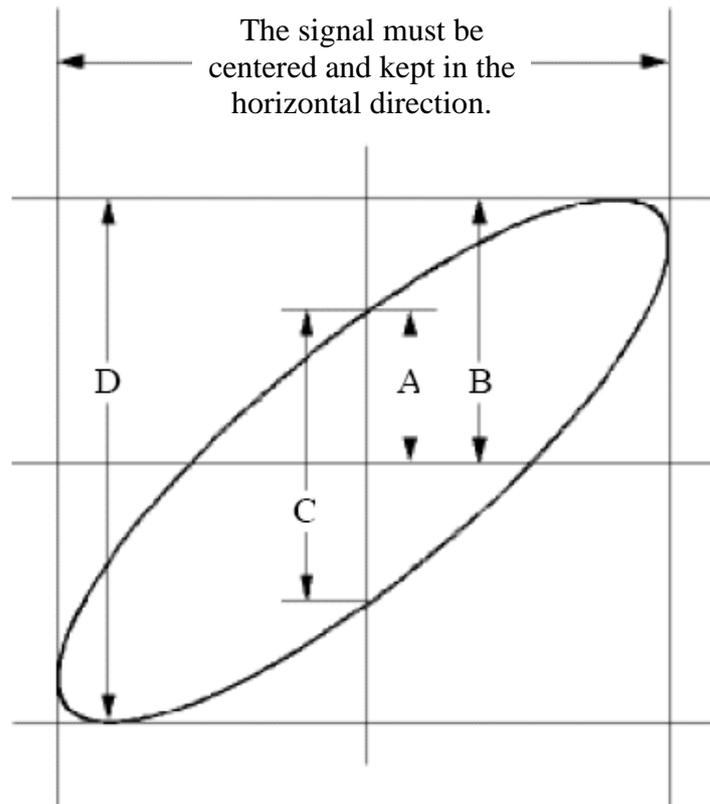

Figure 8-6 リサーチ図
- (1) プローブ・メニューでプローブ減衰比を 10X、プローブの減衰比をスイッチで 10X に設定します。詳細は "プローブ減衰比の設定" を参照ください。
- (2) 回路の入力信号に CH1 プローブを、出力信号に CH2 プローブを接続します。
- (3) **CH1**~**CH4** ボタンを押して、CH1 と CH2 をオンにし、CH3 と CH4 をオフにします
- (4) **Autoset** を押します。オシロスコープが自動設定を実施して 2 つのチャンネル波形が表示されます。
- (5) **CH1** を押して **下側ノブ** と **上側ノブ** を回し、**CH2** を押して **下側ノブ** と **上側ノブ** を回して、波形の振幅がおおむね同じくらいになるように調整します。
- (6) **Home** をタップしてメニュー・パネルを開き、**XY** をタップして **ON** にすると XY 表示になり、リサージュ図が表示されます。
- (7) **下側ノブ** と **上側ノブ** を回して波形をさらに調整します。
- (8) 楕円の形状から、位相差を計算することができます (Figure 8-6)。